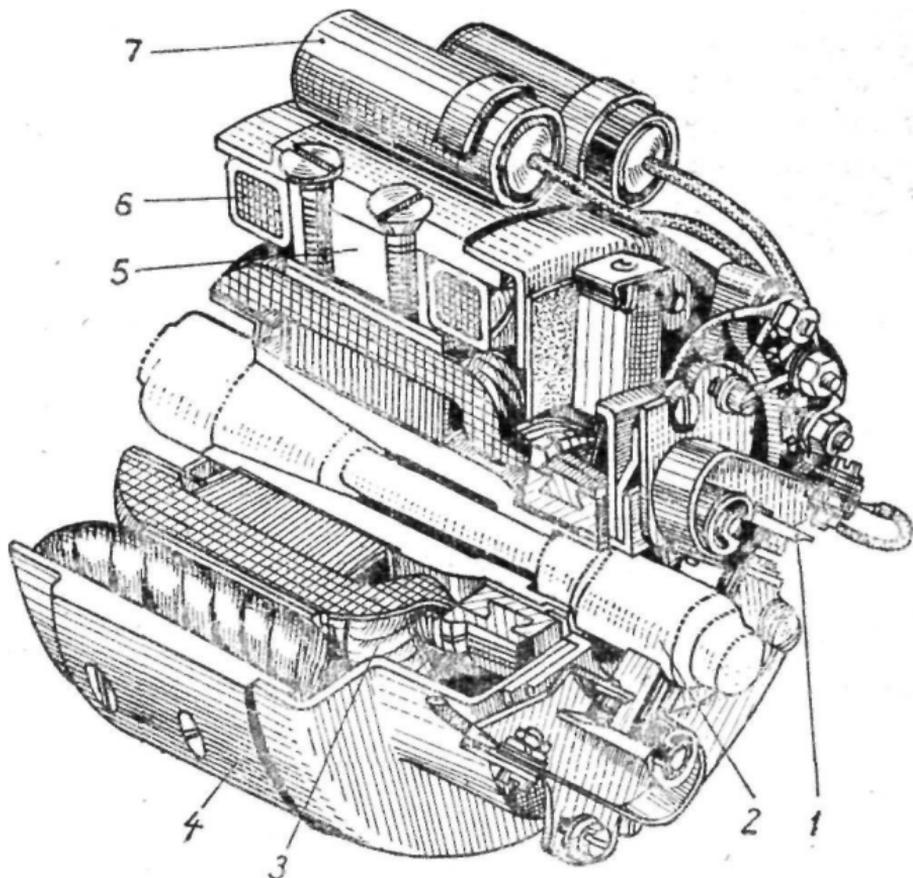

Рис. 41. Генератор:
**ГЕНЕРАТОР И ПРЕРЫВАТЕЛЬ** (рис. 41). В качестве источника электрического тока на мотоциклах используются шестиполюсные шунтовые (катушки возбуждения включены параллельно щеткам) генераторы постоянного тока мощностью 45 ватт и с номинальным напряжением 6 е. В зависимости от конструкции прерывателя различают генератор Г-36М, который первоначально применялся на мотоциклах ИЖ-56; Г-36М1, используемый на мотоциклах ИЖ-56, ИЖ-П; Г-36М2, устанавливаемый на двухцилиндровый двигатель мотоцикла ИЖ-Ю.